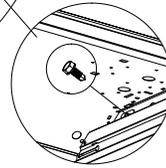
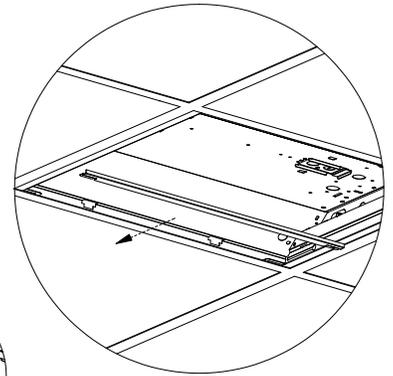

Fig. 2A
Fig. 3
- 3** Si l'espace entre le luminaire et une barre en T vous déplaît, vous pouvez installer les supports latéraux du panneau à DEL entre le luminaire et la barre en T; deux languettes vous permettent d'insérer les supports latéraux dans les fentes des supports d'extrémité (figure 3). Fixez les supports du panneau à DEL au luminaire existant à l'aide des vis autotaraudeuses no 8 de 1/2 po (figure 2A).